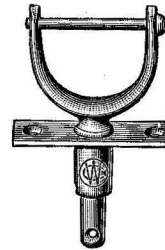

Fig. 423
**Plain Bronze, Fig. 423**
**Polished Bronze, Fig. 423**